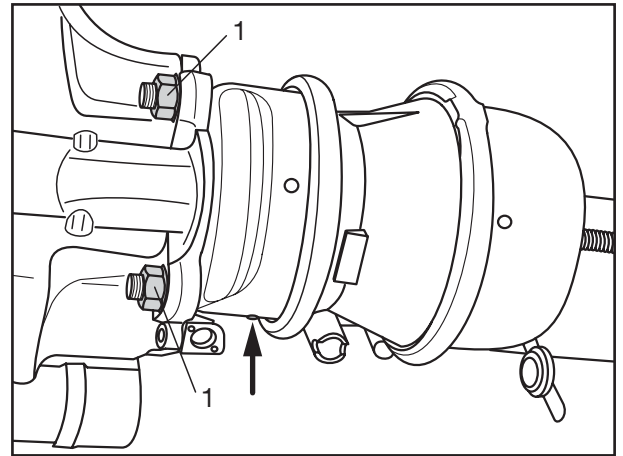

Fig. 7
- [15] Loosen both attachment nuts (Fig. 7/1) M 16 x 1.5 - spanner size 24 - on the housing of the brake.
- [15] Dévisser les deux écrous (Fig. 7/1) de fixation M 16 x 1,5 - SW 24 du carter de frein.
- [18] Bremszylinder ansetzen und mit neuen Befestigungsmuttern (Fig. 7/1) montieren.
[18] Position the brake cylinder and install it using new mounting nuts (Fig. 7/1). Tightening torque:
[18] Accoster le cylindre de frein et le fixer avec des écrous de fixation neufs (Fig. 7/1).